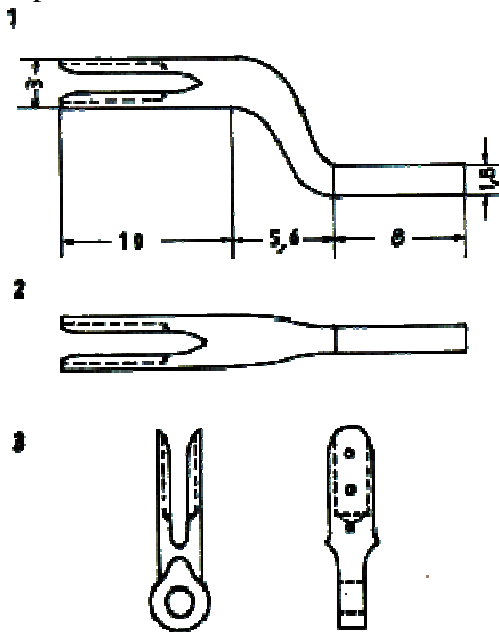

Abb. 1: Beschläge der Ruderanlage. 1 Pinnenkopf, gekröpft (gestreckte Länge des Maßes 5,6 = 9); 2 Pinnenkopf, gerade; 3 Kolderstockbeschlag.
Auf Abb. 1 sind drei Beschlagteile dargestellt. 1 und 2 sind Pinnenköpfe, Teil 3 ist ein Kolderstockbeschlag. Während solche Teile beim Vorbild fast ausschließlich unter dem Schmiedehammer entstanden, stehen dem Modellbauer neben einem Hammer noch eine Reihe anderer Werkzeuge zur Verfügung. Wenn es auch durchaus möglich ist, diese vier Teile ausschließlich mit Handwerkzeugen zu fertigen, ist doch hier eine kleine Drehmaschine empfehlenswert.
- Ablauf Teil 3 (Abb. 1):